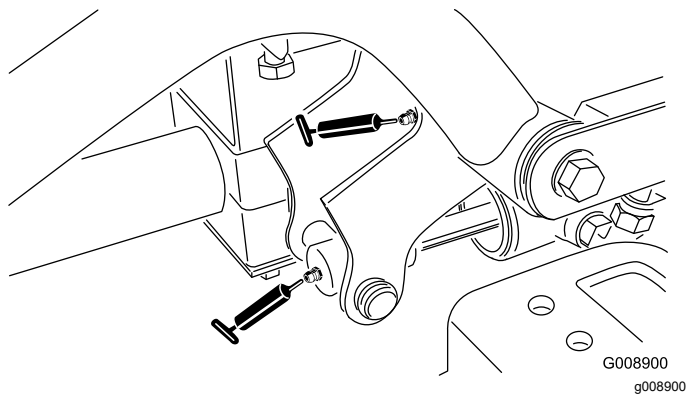

Figure 66
- Pivot du bras de levage avant droit et vérin de levage (2 graisseurs) (Figure 66)